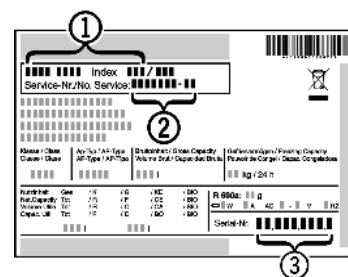

Fig. 16
- ▶ Laitteen nimitys Fig. 16 (1), service-n:o Fig. 16 (2) ja sarja-n:o Fig. 16 (3) löytyvät tyyppikilvestä Tyyppikilpi sijaitsee vasemmalla sisäpuolella.
- ▶ Ilmoita asiakaspalveluun vika, laitteen nimi Fig. 16 (1), service-n:o Fig. 16 (2) ja sarja-n:o Fig. 16 (3).